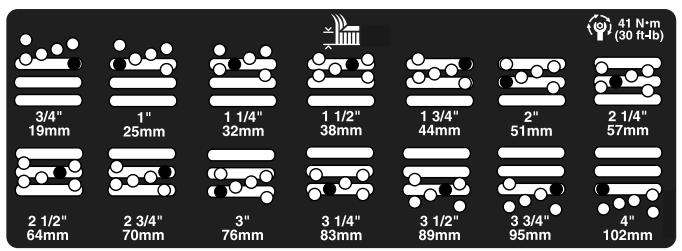

図 7
5. 希望の刈り高にチェンバを合わせ、その刈り高の穴とスロットにスペーサを通す図 7。